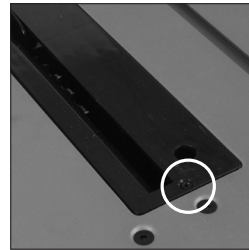

Fig. 43
- Verwijder de tafeltogingsplaat door de kruiskopschroef uit de voorrand van de toegangsplaat te verwijderen. (Fig. 43)